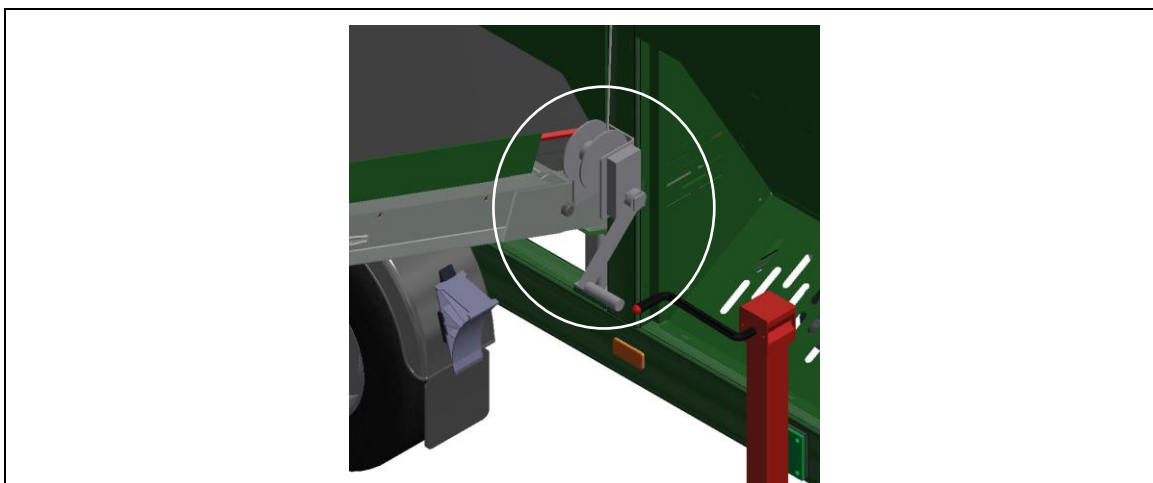

Fig. 8-1: Kabelspil til finside
1. Anbring håndsvinget på kabelspillet (se fig. 8-1).